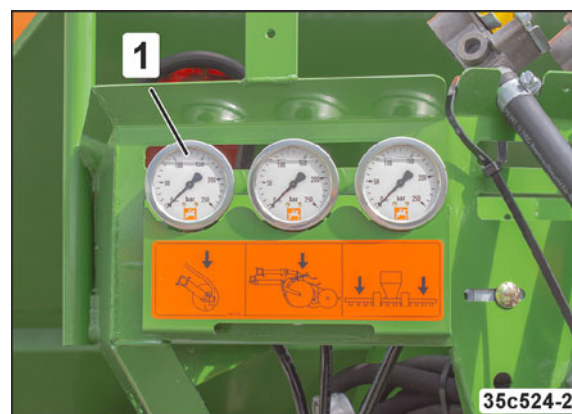

Рис. 113
- по манометру (Рис. 113/1) из кабины трактора.